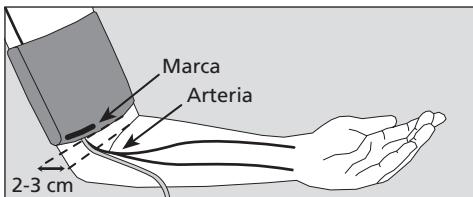

Figura 2
- Deslice el manguito abierto sobre el brazo hasta que el borde inferior del manguito se sitúe a unos 2-3 cm del pliegue del codo. El manguito debe colocarse de modo que la marca quede sobre la arteria (véase la Figura 2).